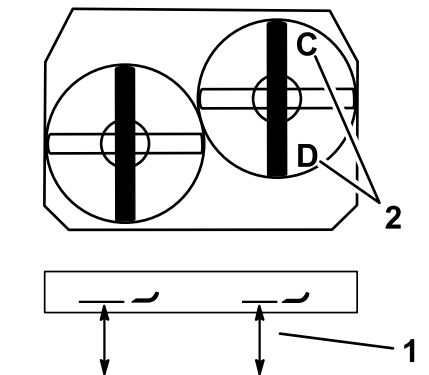

Figura 80
- Coloque la cuchilla derecha en posición longitudinal (**Figura 80**).
- Mida la cuchilla derecha en la posición **C** desde una superficie nivelada hasta el filo de corte de la punta de la cuchilla, y anote esta medida (**Figura 80**).
- Mida la cuchilla derecha en la posición **D** desde una superficie nivelada hasta el filo de corte de la punta de la cuchilla, y anote esta medida (**Figura 80**).
Nota: La cuchilla del cortacésped debe estar entre 6 y 10 mm más baja en la posición **C** que en la posición **D** (**Figura 80**). Si no es correcta la distancia, continúe con los pasos siguientes.
2. Coloque la cuchilla derecha en posición longitudinal (Figura 80).